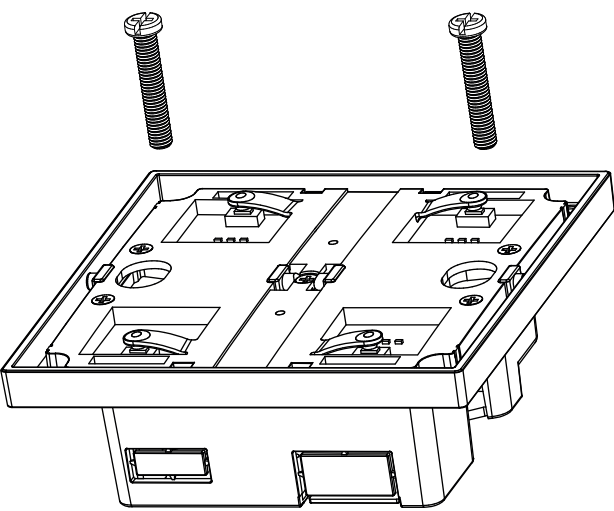

FIGURA 2
- 2 - UTILIZZARE LE VITI DI MONTAGGIO PER FISSARE LA PARTE TEMATICA DELL'INTERRUTTORE E LA SCATOLA INFERIORE (FIGURA 2)